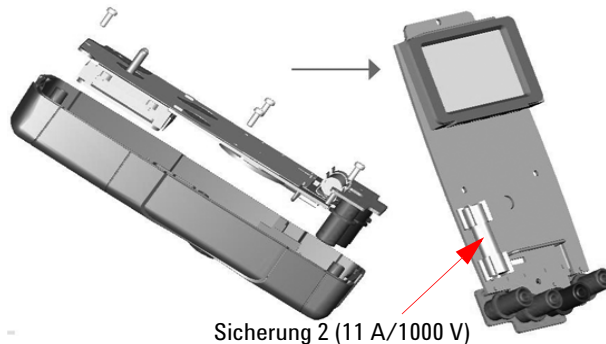

Abbildung 4-3 Austausch von Sicherung 2
- 5 Wenn Sie eine defekte Sicherung 2 austauschen möchten, entfernen Sie Sicherung 1 und lösen Sie die vier Schrauben (wie in Abbildung 4-3 angegeben), um die Platine von der Gehäuseoberseite zu heben und sie zu entfernen.
- 6 Entfernen Sie vorsichtig die defekte Sicherung 2, indem Sie ein Ende der Sicherung herausdrücken und sie aus der Sicherungsklammer nehmen. Siehe Abbildung 4-3.